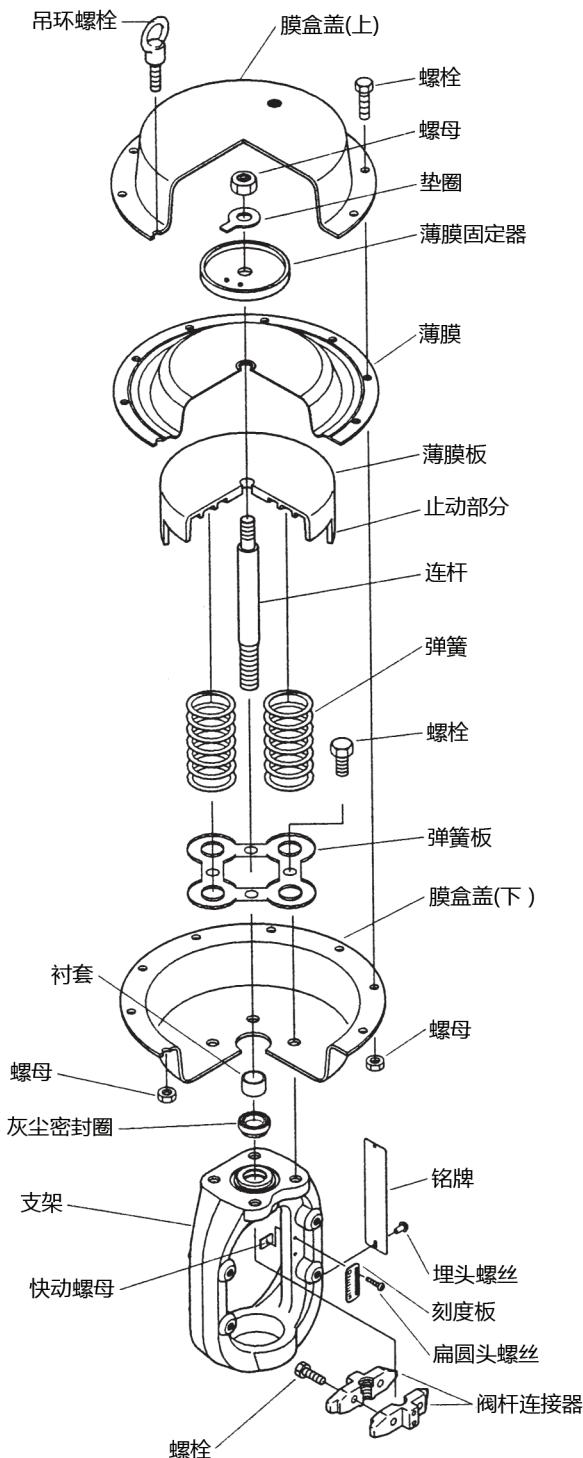

图 4-5 正作用型 (PSA1D、PSA2D)
A. 正作用型 (参见图 4-5 或 4-6)
- 请参考图 4-5 和 4-6。
- 请按照正确的方向安装连杆的密封填料和灰尘密封圈。请参考图 4-5 和 4-6。